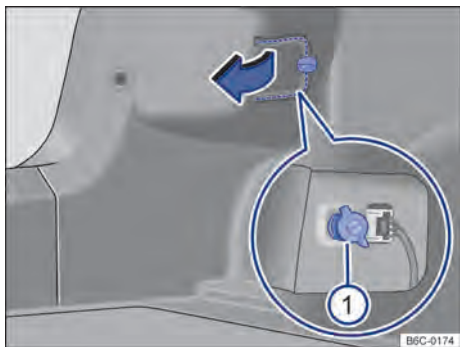

Fig. 133 No compartimento de bagagem: desinstalar cobertura e retirar o parafuso borboleta ① (lupa).
3. Para abrir a cobertura da lanterna, girar a trava → Fig. 133 (seta).
5. Soltar o parafuso borboleta ① (lupa) e retirá-lo, segurando, ao mesmo tempo a lanterna traseira.
6. Puxar cuidadosamente a lanterna traseira para fora, para desencaixá-la da carroceria → ④.
18. Segurar a lanterna traseira na posição de montagem com uma das mãos e aparafusar com a outra o parafuso borboleta → Fig. 133 ①.